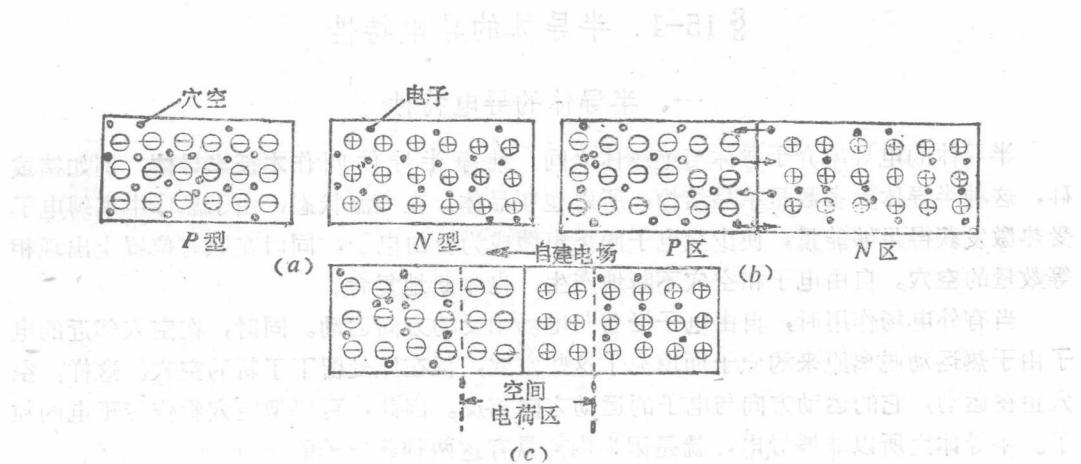

图 15-1 PN结的形成
1. PN 结的形成 当P型半导体与N型半导体结合时,由于P型中的空穴浓度大,N型中自由电子浓度大(如图15-1(a)),在交界面处,空穴将由P区向N区扩散,自由电子则由N区向P区扩散(如图15-1(b))。随着扩散的进行,P区的空穴数减少,界面左方形成一层负离子层;N区自由电子数减少,界面右方形成一层正离子层。其结果是在交界面处形成一个空间电荷区,由此产生一个由N区指向P区的自建电场(如图15-1(c))。很明显,这个电场阻碍多子的扩散运动,所以空间电荷区有阻止多子继续扩散的趋势。另一方面,自建电场驱使N区和P区的少子沿着与扩散方向相反的方向运动。少子在自建电场作用下的这种运动叫作漂移运动。少子漂移形成的电流叫作漂移电流。